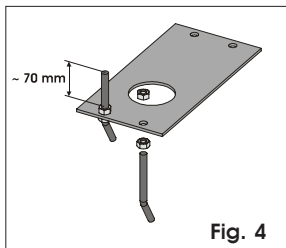

Fig. 4
1) Assembler la plaque de fondation d'après la Fig.4.